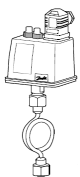

Рис.4.2.
4.4.2. Необходимо предпринимать меры по демпфированию сильных пульсаций. Как правило, достаточно применение демпфирующей трубки либо водонаполненной петли (рис.4.2). Водонаполненная петля также позволяет защитить реле давления от повреждения в том случае, если температура рабочей среды может превышать предельно допустимые 120 °С. При применении реле для систем автоматики и безопасности паровых котлов также необходимо применение водонаполненной петли.